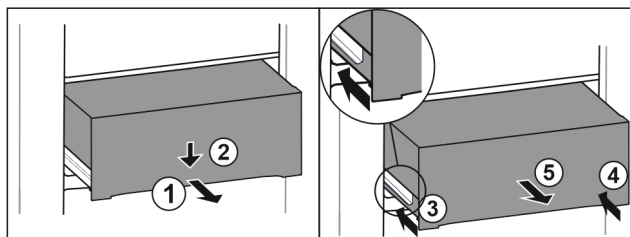

Fig. 212
- ▶ Húzza ki félig a fiókot. Fig. 212 (1)
- ▶ Nyomja le a fiók elülső oldalát. Fig. 212 (2)
- ▶ Tolja be a bal oldali sínt körülbelül 2 cm mértékben. Fig. 212 (3)
- ▶ Tolja be a jobb oldali sínt körülbelül 2 cm mértékben. Fig. 212 (4)
- ▶ Vegye ki a fiókot előre felé. Fig. 212 (5)